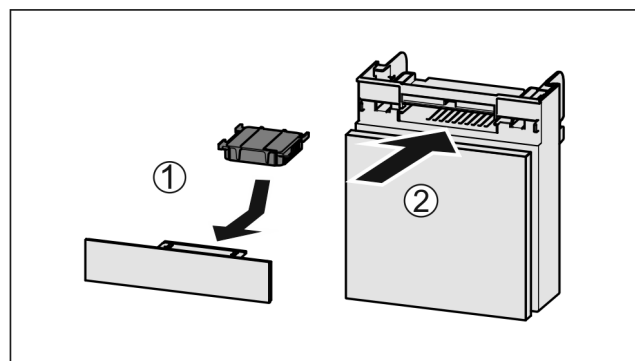

Fig. 53
- ▶ Установите фильтр с активированным углем, как показано на рисунке Fig. 53 (1).
- ▶ Вставьте отделение Fig. 53 (2).